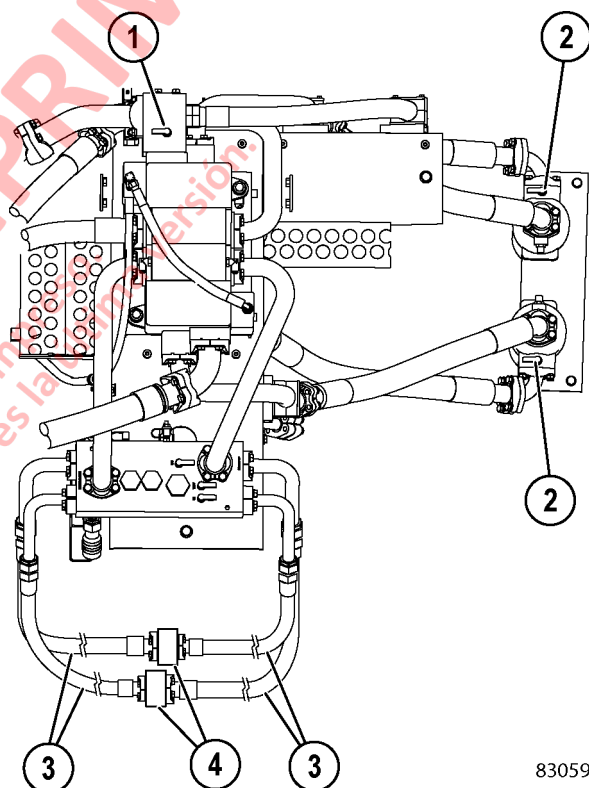
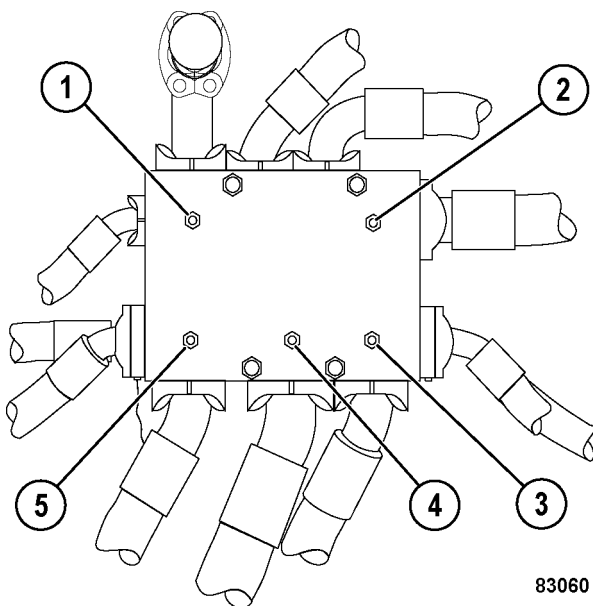

FIGURA 10-2. UBICACIÓN DE LOS PUERTOS DE PRUEBA Y ENGANCHE PARA LAVADO DE ELEVACIÓN
FIGURA 10-3. MÚLTIPLE DE ENFRIAMIENTO DE FRENOS
- Puerto de prueba de presión (1, Figura 10-2) para el circuito de enfriamiento del freno delantero - 3450 kPa (500 psi).
- Puertos de prueba de presión (2, Figura 10-2) en ambos filtros de elevación de alta presión - 24 000 kPa (3500 psi).
- Puerto de prueba de presión (1, Figura 10-3) para los circuitos de enfriamiento de frenos traseros - 3450 kPa (500 psi).
9. Conecte las cuatro mangueras de los cilindros de elevación (3, Figura 10-2) por medio de los bloques de desviación, como se muestra en la figura. Los elementos para conectar las mangueras a los bloques son los mismos que se usan para conectarlas a los cilindros de elevación. Asegúrese de que todas las conexiones estén firmes. Cubra todos los puertos abiertos para evitar contaminación.
21. Si las lecturas de la presión de aceite del paso 20 están correctas, aumente la velocidad del motor para obtener una presión de aceite de 1725 kPa (250 psi) en el puerto de prueba "GPA". Coloque la palanca de control de elevación a la posición de elevación (POWER UP) o descenso (POWER DOWN). Las lecturas de presión en el puerto de enfriamiento del freno delantero (1, Figura 10-2) y el puerto de prueba del freno trasero (1, Figura 10-3) debe ser 0 kPa (0 psi). Si la presión no es 0 kPa (0 psi), las tuberías de la válvula de elevación (o líneas piloto) pueden estar conectadas incorrectamente, o la válvula de elevación podría estar defectuosa. Corrija el problema de las tuberías o reemplace la válvula de elevación y repita este paso.